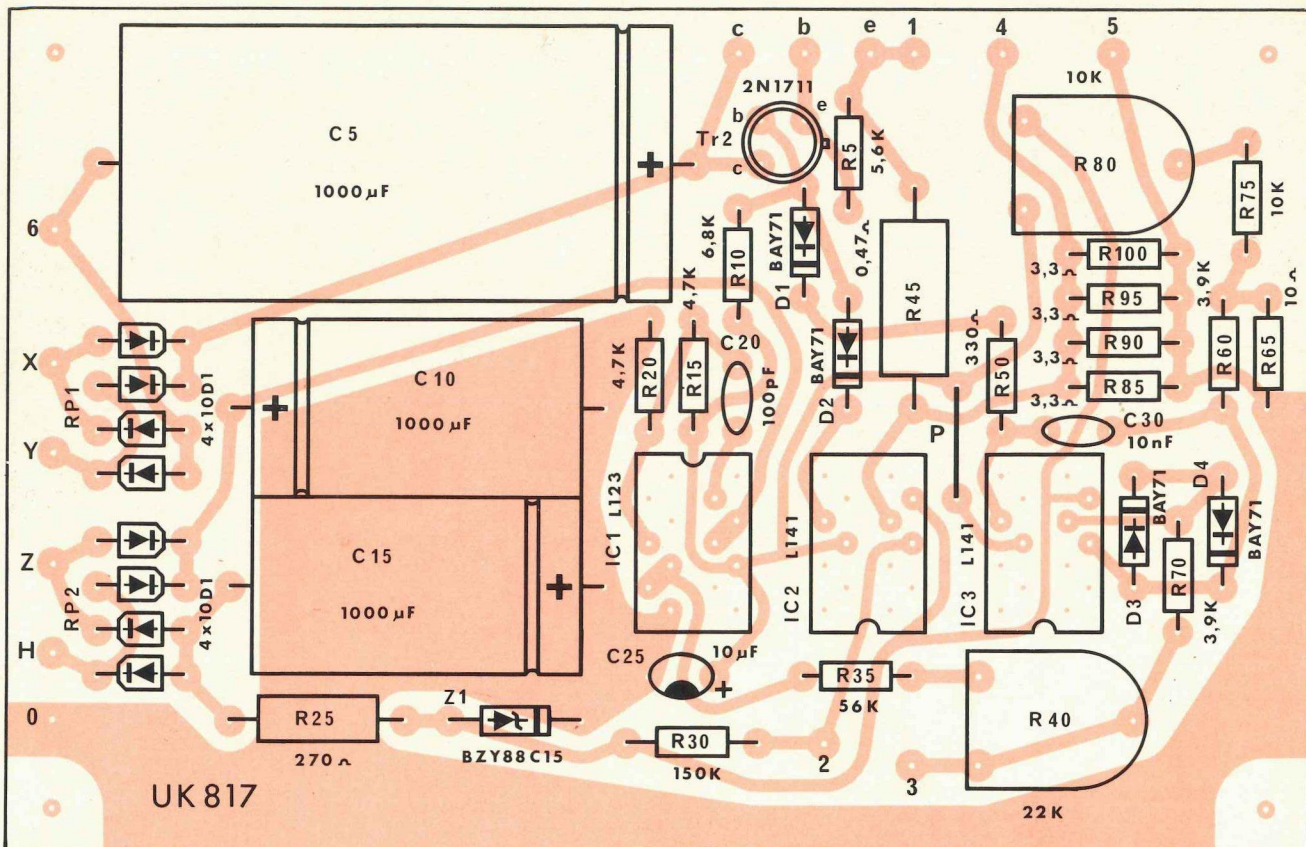

Fig. 3 - Disposizione dei componenti sulla basetta a circuito stampato.
Per facilitare il compito dell'esecutore pubblichiamo la fig. 3 dove appare la serigrafia del circuito stampato, sulla quale abbiamo sovrapposto l'esatta disposizione dei componenti.
□ Montare i tre zoccoli per circuiti integrati IC1, IC2, IC3, disponendo lo intaglio di riferimento di cui ciascuno zoccolo è provvisto nella direzione indicata in fig. 3.